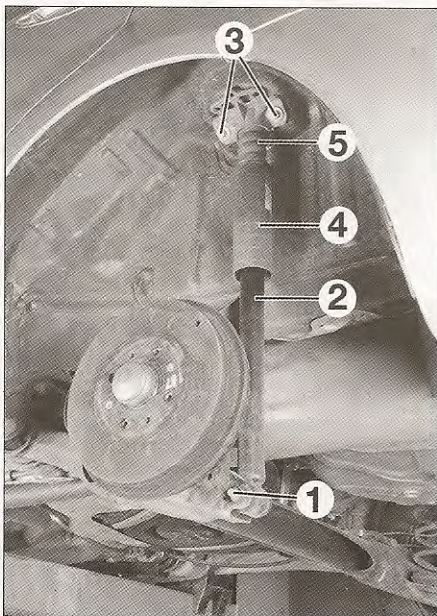

FIG. 18
- Desatornillar el tornillo de fijación inferior (1) del amortiguador (2) al tren trasero (fig. 18).
- Desmontar los tornillos de fijación superiores (3) de la brida de amortiguador a la carrocería.
- el conjunto fuelle (4) de protección y el tope (5).
- el amortiguador (2).